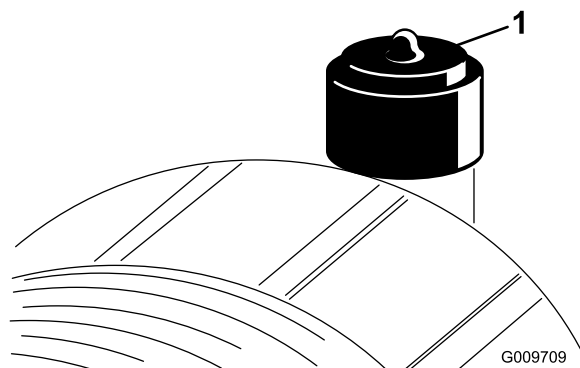

Рисунок 47
Обслуживание фильтра воздухоочистителя следует производить только тогда, когда этого требует индикатор технического обслуживания (Рисунок 47). Более частая замена воздушного фильтра (без необходимости) ведет лишь к повышению вероятности попадания грязи в двигатель при снятии фильтра.
2. Сбросьте показание индикатора (Рисунок 47) при наличии сигнала красного цвета.